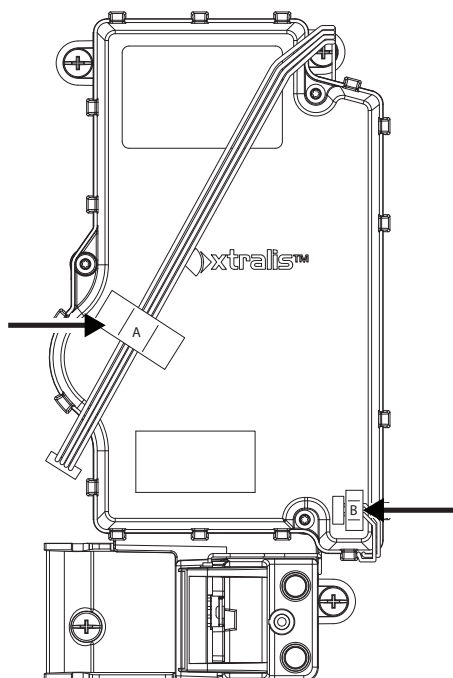

Рис. 7-17: Расположите трубки камеры
2. Расположите трубки камеры (А) и (В), как показано на Рис. 7-17.